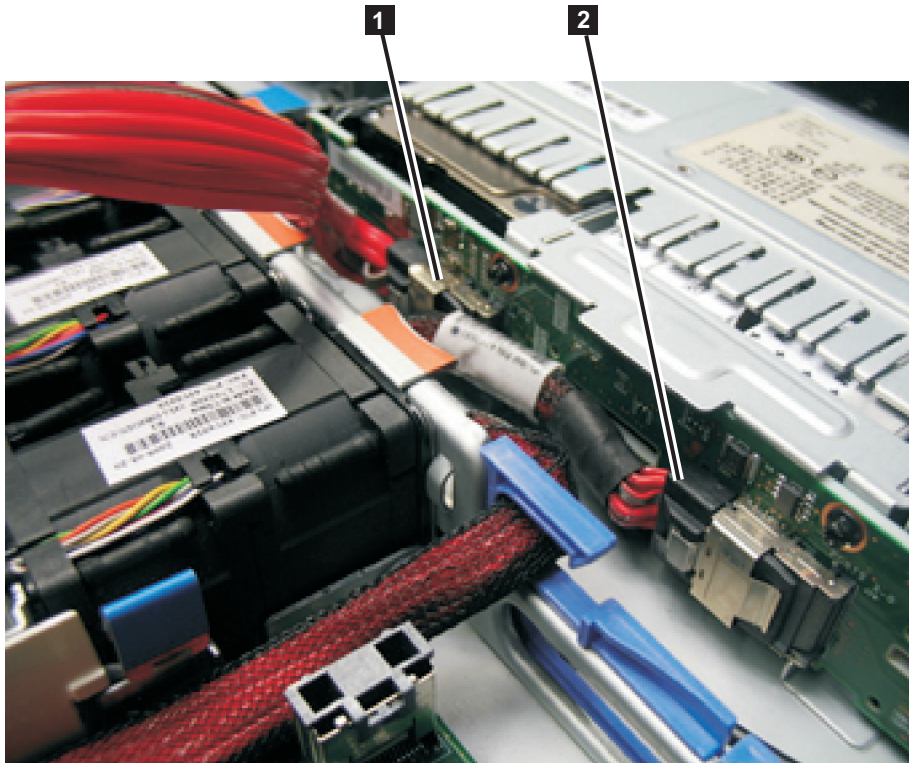

図 194. SAN ボリューム・コントローラー 2145-CF8 のディスク・バックプレーンに接続されたブート・ディスク SAS ケーブルと高速 SAS ケーブル
11. 238 ページの図 194 に示すように、ディスク・バックプレーンの後部中央にある SAS コネクターから高速 SAS ケーブルを切り離します。